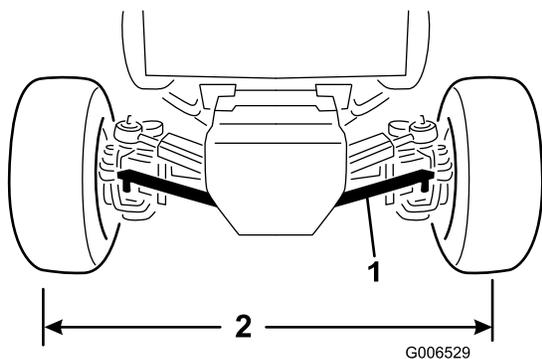

Figura 59
2. Retire las tuercas que sujetan la rótula de una de las barras de acoplamiento al soporte del eje, y desconecte la rótula del eje (Figura 59).
4. Enrosque o desenrosque la rótula de la barra de acoplamiento hasta que la distancia de centro a centro entre las ruedas traseras, por delante y por detrás, sea la misma (Figura 59).